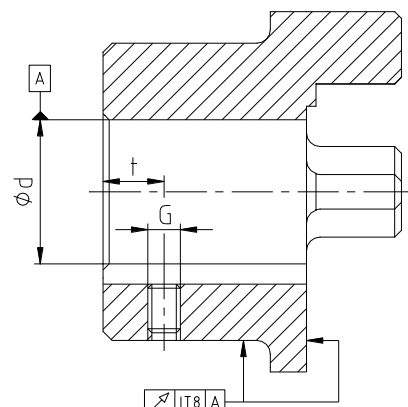

Fig. 7 : Concentricité et perpendicularité
- Si le client réalise l'alésage du moyeu, il faut qu'il respecte précisément concentricité et perpendicularité (fig. 7).